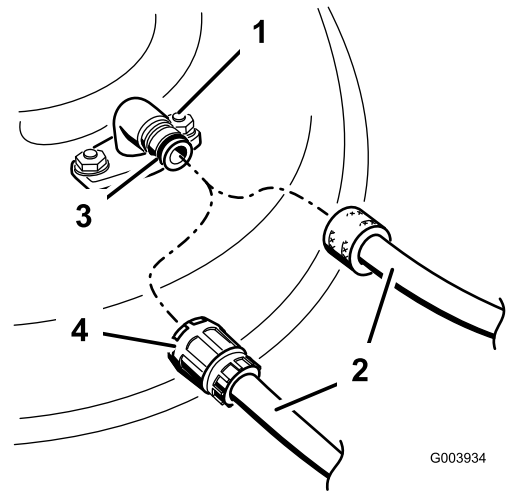

Figure 49
- Vissez le raccord de lavage à l'embout de lavage du carter de tondeuse et ouvrez l'eau en grand (Figure 49).